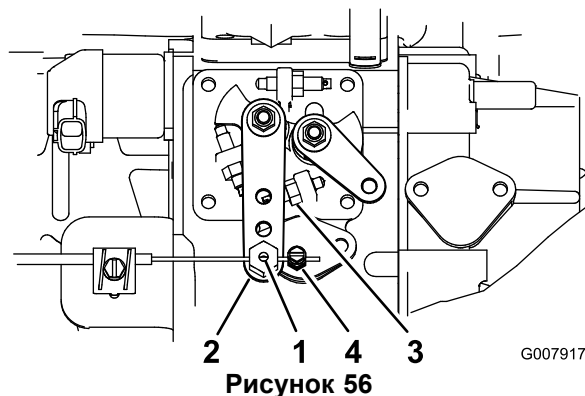

Рисунок 56
2. Ослабьте соединитель на тросике дроссельной заслонки рядом с рычагом насоса для впрыска топлива (Рисунок 56).
3. Удерживайте плечо рычага насоса для впрыска топлива прижатым к упору высокой частоты холостого хода (Рисунок 56).